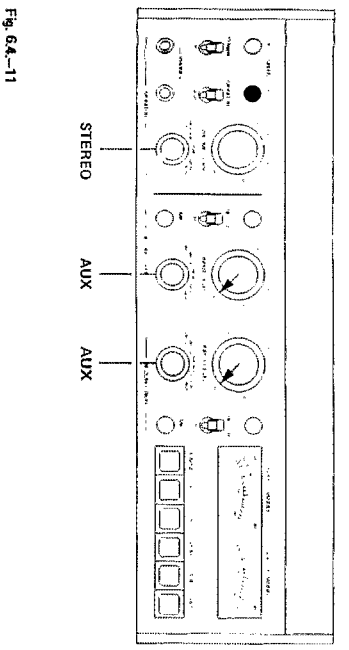
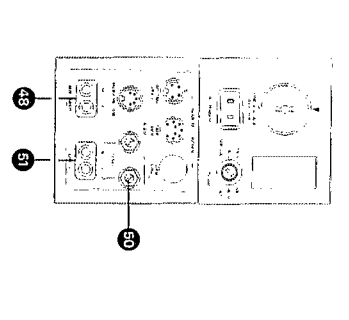

Fig. 6.4-11
Fig. 6.4-12
- Bedienungselemente nach Fig. 6.4-11 einstellen.
- NF-Millivoltmeter an Ausgang (51) OUTPUT anschließen. Bereich 100 mV/10 kHz.
- NF-Generator an Anschluss (48) AUX INPUT parallel anschließen. Frequenz: 10 kHz.
- Mit Justierschraube (R) (Fig. 6.4-12) Pegelmaximum einstellen. Anzeigerzeugung beachten, deshalb besonders langsam einstellen.
- Set operating controls as per fig. 6.4-11.
- Connect audio generator in parallel to AUX INPUTS (48). Select frequency of 10 kHz.
- Rotate screw (R) (fig. 6.4-12) to obtain maximum output level. Because there is a time lag before the effects of any alteration in record head azimuth will be shown on the meter, screw (R) should be rotated very slowly.
- Effectuez les commutations selon la fig. 6.4-11.
- Branchez un millivoltmètre BF à la sortie (51) OUTPUT. Echelle 100 mV.
- Reconnectez le générateur BF aux entrées (48) AUX INPUT. Fréquence: 10 kHz/signal: 0,775 V à la sortie.
- Tournez la vis de réglage (R) (fig. 6.4-12) pour obtenir le signal de sortie maximum. Tournez la vis lentement en tenant compte du décalage des têtes.
- NF-Millivoltmeter an Ausgang (51) OUTPUT anschließen.
- NF-Generator an Anschluss (48) AUX INPUT parallel anschließen. Frequenz: 10 kHz/ Spannung: 0 VU -20 dB.
- Mit Justierschraube (R) (Fig. 6.4-12) die Ausgangsspannung auf Maximum (scharf) einstellen.
- Connect audio millivoltmeter to both sockets OUTPUT (51) in parallel.
- Connect audio generator to AUX IN-PUTS (48) in parallel. Select frequency of 10 kHz and adjust to a level of 20 dB below 0 VU.
- Adjust screw (R) (fig. 6.4-12) until a sharply rising, well defined maximum in output voltage is obtained.